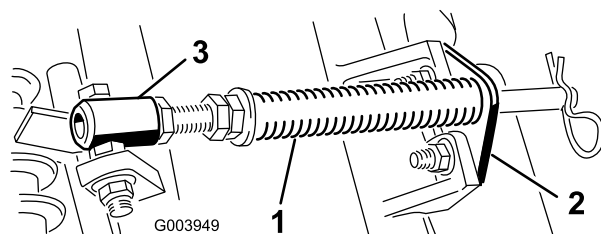

Figura 4
1. Togliete i due bulloni a testa tonda e i dadi che fissano la staffa dell'asta alle alette degli elementi di taglio (Figura 4).
- Togliete il dado flangiato che fissa il bullone del tubo della molla all'aletta del telaio portante (Figura 4) e staccate il gruppo.
Nota: Posizionate la testa del bullone sul lato esterno dell'aletta, come illustrato nella Figura 4.